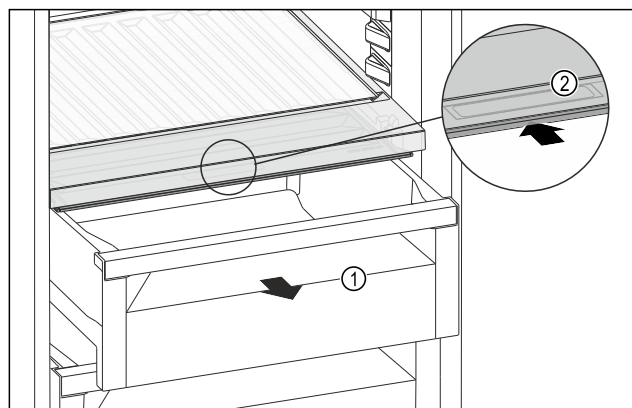

Fig. 108
- Træk skuffen Fig. 108 (1) ud.
- Tag fat i grebsforsænkningen Fig. 108 (2) i bokslåget, og skub samtidigt bokslåget tilbage.